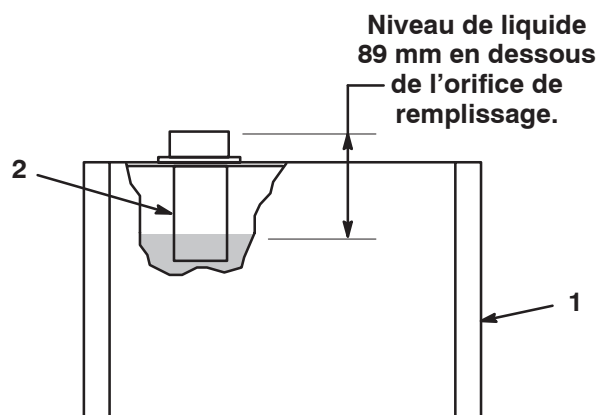

Figure 16
2. Retirez le bouchon du dessus du réservoir et vérifiez le niveau d'huile. Le liquide doit arriver à environ 89 mm en dessous du sommet de l'orifice de remplissage (Fig. 16).